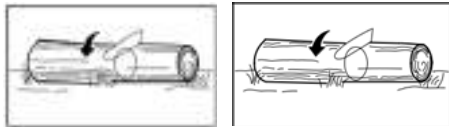

FIG. 4
1. Le tronc est supporté sur toute sa longueur: coupé du haut vers le bas (Fig.4).